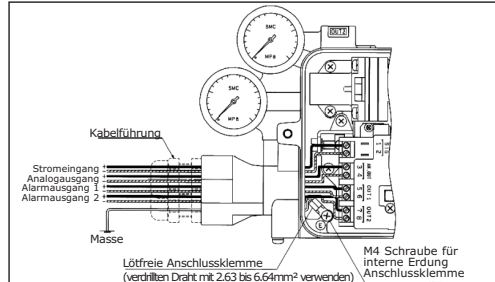

Abb. 7
- (1) Entfernen Sie die Gehäuseabdeckung des Stellungsreglers.
- (2) Verbinden Sie die Kabel für den Eingangsstrom mit einem Einstellgerät (Controller) und schließen Sie jedes Ausgangskabel gemäß Abb. 7 an. Der Stromversorgungsseingang ist mit einem (blauen) Anschlussstecker M20x1,5 ausgestattet.